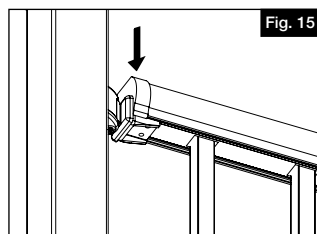

Fig. 15
- a. Presione las cubiertas finales para el soporte de travesaño superior en cada extremo del travesaño superior que fue cortado previamente. Presione sobre la tapa hacia abajo en el travesaño superior para asegurarse de que encaje perfectamente en el panel y compruebe que las cubiertas de extremo del soporte de travesaño superior se mantengan en su lugar con el soporte de montaje (Fig. 15).